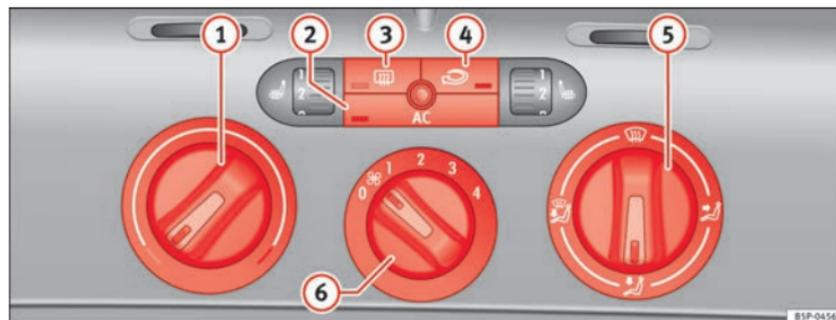

Fig. 130 Mandos del Climatic en el tablero de instrumentos
- Con los reguladores ⇒ fig. 130 ① y ⑤ y con el mando ⑥ se regula la temperatura, la distribución del aire y la velocidad de la turbina.
- Pulse la tecla ②, ③ o ④ para activar o desactivar la función correspondiente. Cuando la función está activa, la ventana situada en la esquina inferior de la tecla se ilumina.
- ① Regulador de temperatura ⇒ página 169
- ② Tecla AC – Encender o apagar el grupo refrigerador ⇒ página 169
- ③ Tecla ☐ – Luneta térmica. Esta función se apaga automáticamente aproximadamente 20 minutos después de haberla conectado. Se puede desconectar antes pulsando de nuevo la tecla.
- ④ Tecla ☐ – Recirculación de aire ⇒ página 170
- ⑤ Regulador de la distribución de aire ⇒ página 169
- ⑥ Mando de la turbina. El caudal de aire tiene 4 niveles de ajuste. La turbina debería funcionar siempre en el nivel más bajo cuando se circule a poca velocidad.
- Encienda el climatizador con la tecla ⇒ fig. 130 AC.